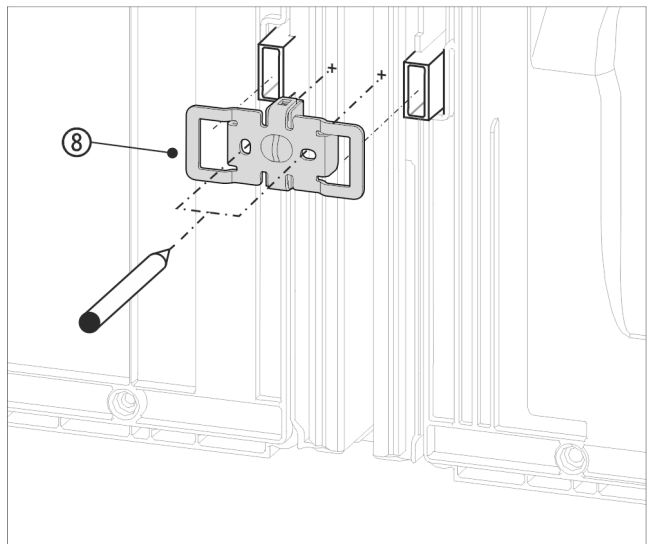

Fig. 16 Esimerkkikuva
- Työnnä kulma Fig. 16 (8) aukkoineen seinävälikkeen kiinnitykselle.